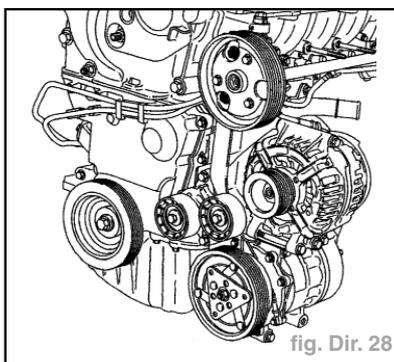

fig. Dir. 28
- Déposer complètement la pompe (trois vis) (fig. Dir. 28).